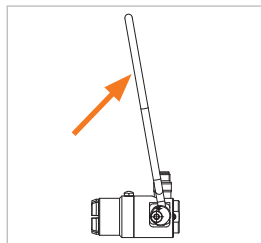

Figure 12
- ▶ Relevez l'arceau de commande (n° 1) jusqu'à la butée vers le haut (Figure 12). Les mâchoires de serrage s'ouvrent.